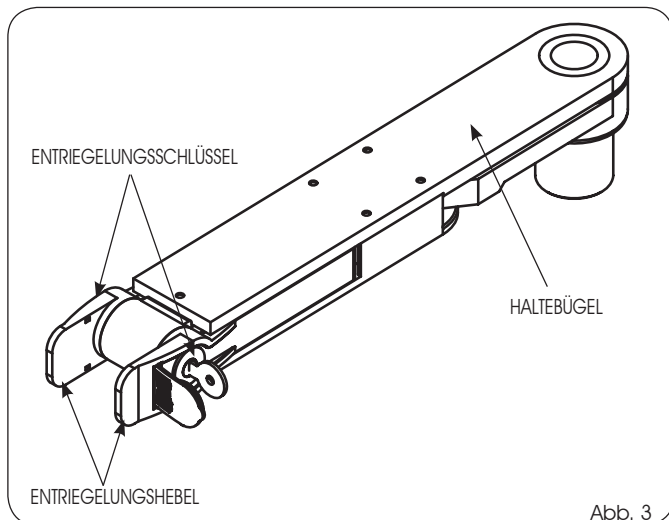

Abb. 3
Als Optional ist für den Antrieb eine mechanische manuelle Notentriegelung vorhanden (Abb. 3).
- 1) Den Entriegelungshebel wieder in die Ruhestellung bringen (Abb. 3).